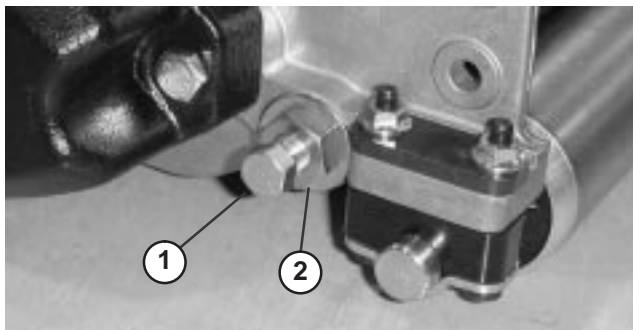
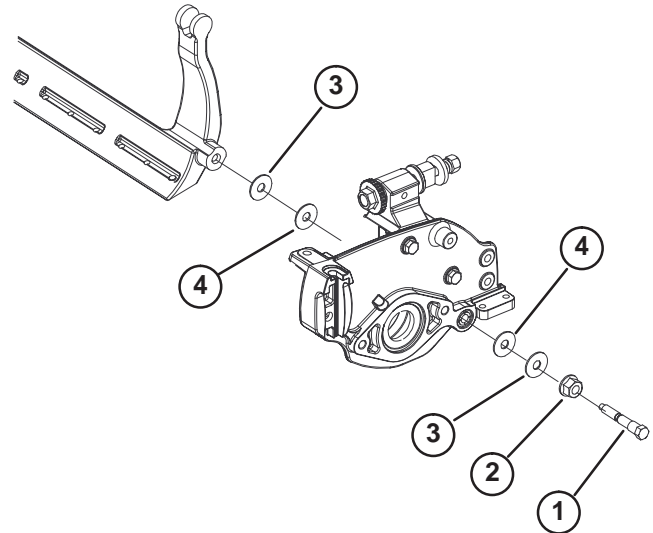

Bild 18
Bild 19
3. Lösen Sie an jeder Seite der Maschine die Klemmmutter, mit der die Schraube des Untermesserträgers befestigt ist (Bild 18).
4. Nehmen Sie jede Schraube des Untermesserträgers ab, damit der Untermesserträger nach unten gezogen und von der Maschine entfernt werden kann (Bild 18). Bewahren Sie die beiden Nylon- und die beiden Scheiben aus gestanzten Stahl an jedem Ende des Untermessers auf (Bild 19).
2. Befestigen Sie den Untermesserträger mit den Untermesserträgerschrauben (Muttern an den Schrauben) und den acht Scheiben an jeder Seitenplatte. Legen Sie eine Nylonscheibe an jede Seite des Seitenplattenansatzes. Legen Sie eine Stahlscheibe außen auf jede Nylonscheibe (Bild 19). Ziehen Sie die Schrauben auf 27,1–36,2 Nm fest. Ziehen Sie die Bundmutter fest, sodass das Ende kein Spiel mehr hat, ziehen Sie die Muttern aber nicht zu fest oder verbiegen Sie die Seitenplatten. Die Scheiben innen können einen Abstand aufweisen.